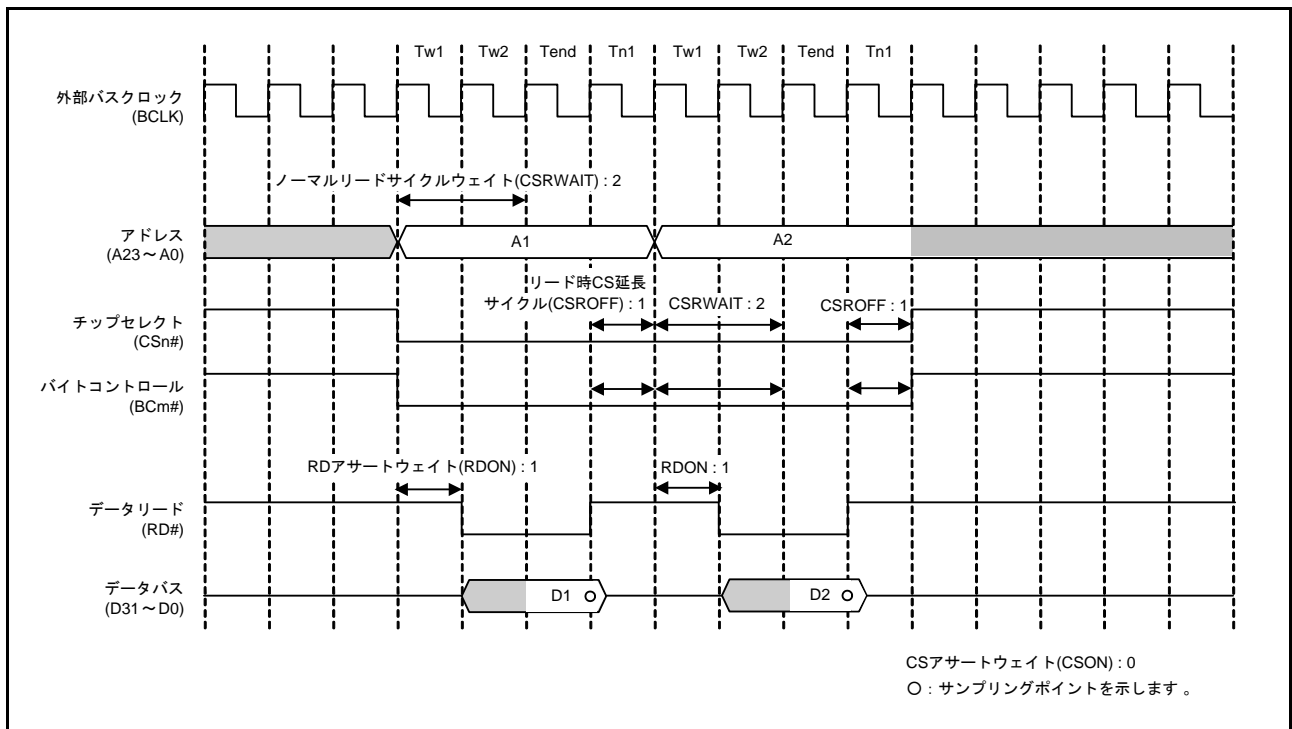

図 16.15 ノーマルリードアクセスの動作例 (1 転送要求に対して 2 回バスアクセスが発生する場合) (n=0 ~ 7、m=0 ~ 3)
バスマスタからの1転送要求に対して2回以上の外部バスアクセスが必要となる場合は、ノーマルアクセス動作（①から④）を繰り返します。図 16.15、図 16.16 に、1転送要求に対して2回バスアクセスが発生する場合の動作例を示します。ただし、リカバリサイクル挿入条件が成り立つ場合は、2回目以降の外部バスアクセスにもリカバリサイクル（⑥）の挿入が行われます（図 16.37 参照）。